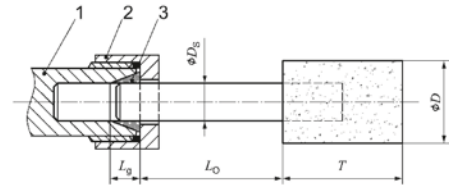

Figura 1: Longitud de sujeción del mandril y mordaza
- Recuerde que el número de revoluciones permitido en los abrasivos pequeños deberá reducirse al aumentar la longitud del vástago entre el extremo de la mordaza y el abrasivo pequeño (saliente). Se debe garantizar el cumplimiento de la longitud mínima de sujeción de 10 mm. (Véase la figura 1 y las recomendaciones del fabricante de abrasivos pequeños).